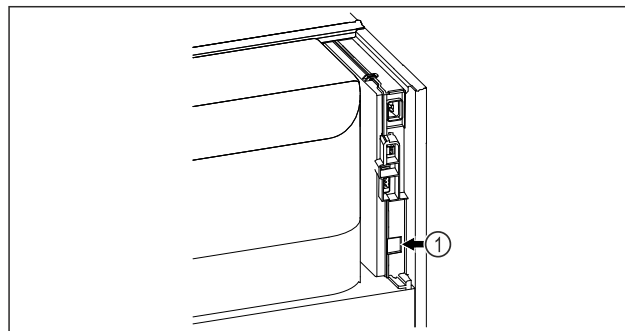

Fig. 59
- SmartModule Fig. 59 (1) se rabi.